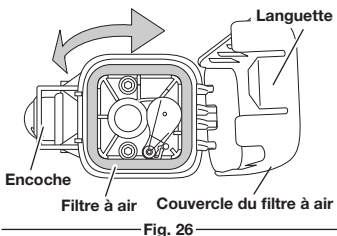

Fig. 26
- Pour ouvrir le couvercle du filtre à air, poussez la languette du côté gauche du couvercle vers l'intérieur, puis tirez légèrement sur le couvercle du filtre vers la droite (Fig. 26).
- Retirez le filtre à air (Fig. 26).
- Pour réinstaller le couvercle du filtre à air, positionnez les crochets sur le côté droit du filtre à air dans les encoches sur le côté droit de la plaque arrière (Fig. 26).
- Faites pivoter le couvercle vers la gauche jusqu'à ce que la languette du filtre arrière se loge dans l'encoche de la plaque arrière (Fig. 26).